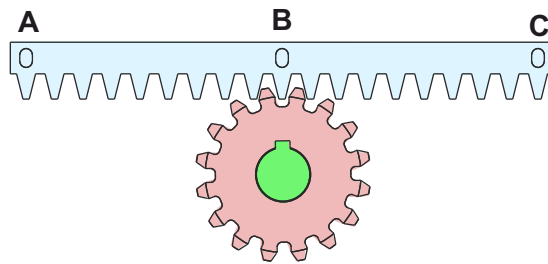
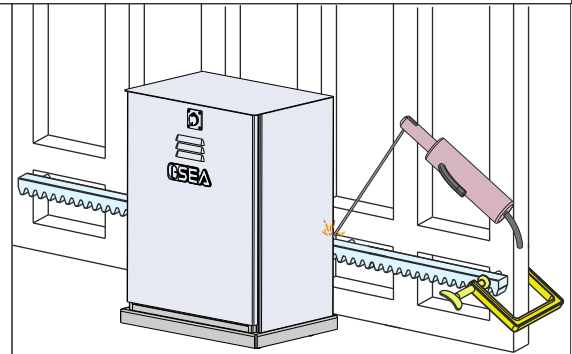

Fig. 9
Fig. 10
6.3. Placer l'élément de crémaillère sur le pignon - Fig. 9 - parallèlement au guide de coulissement au sol, puis souder le cliquet central **B** à la structure du portail - Fig. 10.